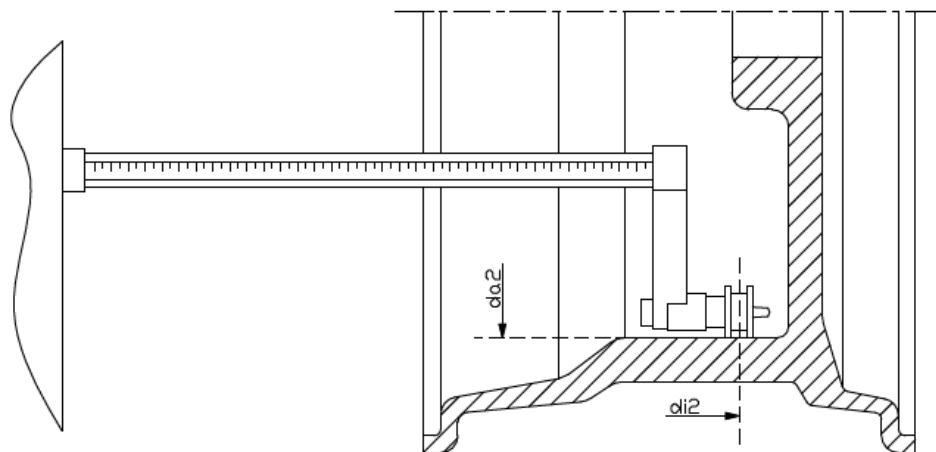

Рисунок 3.9 - Автоматическое получение расстояния к внешней плоскости в типах программ als1 и als2
4. Выдвиньте датчик расстояния/диаметра и поместите его к плоскости, выбранной в качестве внешней плоскости. См. рисунок 3.9;
6. Выдвиньте датчик расстояния/диаметра и поместите его на ободе к соответствующей внешней плоскости, выбранной для установки балансировочного грузика. См. рисунок 3.9;